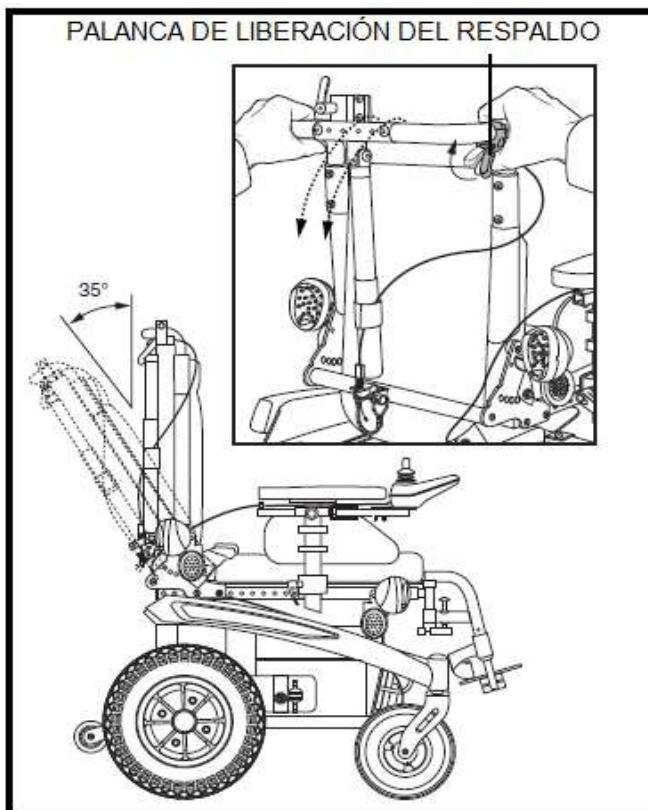

Figura 7.
1. Apriete la palanca de liberación del respaldo. Ver figura 7.